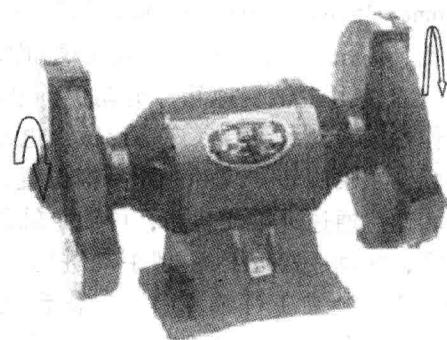

图1-4 砂轮机
砂轮机（图1-4）是一种磨削机具。钳工通常用来刃磨刀具或一些工具，也用来对坯料进行初步成形加工，以及除去工件或材料上的毛刺、锐边、氧化皮等。
- 5) 砂轮机砂轮的旋向应是面向操作者由上向下旋转(图 1-4)，如果旋向不对，不能进行磨削。